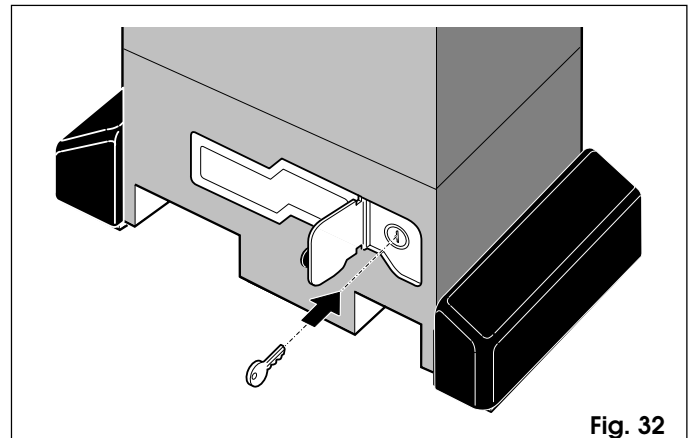

Fig. 32
- 1) Aprire lo sportellino di protezione ed inserire l'apposita chiave in dotazione nella serratura (Fig.32).